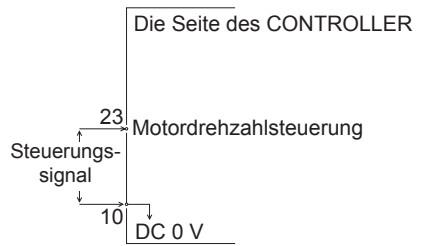

Abb. 30
**Beim Anlegen von DC 0 V bis DC +10 V nie mehr als DC +10 V an den CONTROLLER anlegen (Abb. 30). Dies führt zu schweren Schäden an der E/A-Platine im CONTROLLER.**